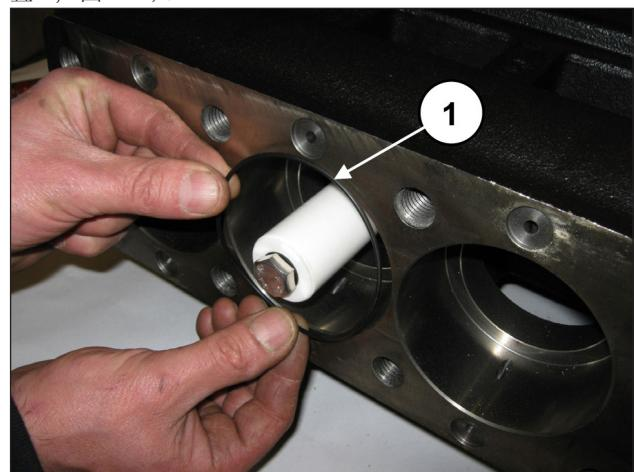
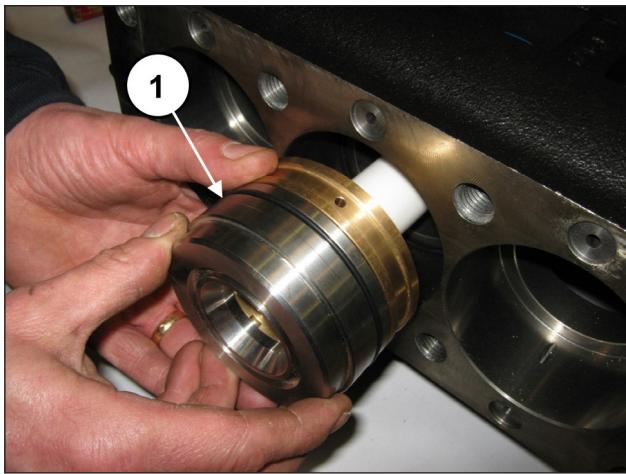

图 186
图 187
将O形圈插入泵壳内 (位置①, 图 186)，然后将事先组装的缸套/密封圈底座 (连同O形圈) 单元插入，直至到底 (位置①, 图 187)。